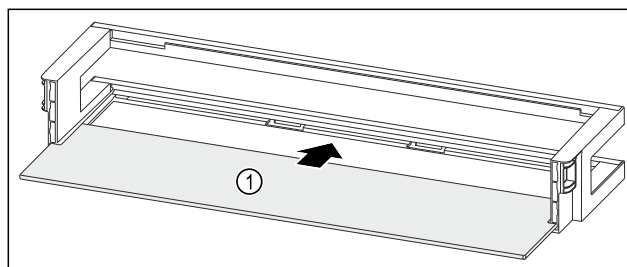

Fig. 214 Balconcino controporta con ripiano
- Inserire il ripiano Fig. 214 (1) negli incavi laterali.